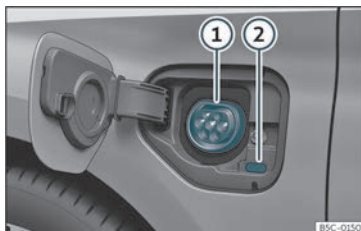

Fig. 202 Por trás da tampa de carregamento da bateria na parte dianteira esquerda: Tomada de carregamento
»» Fig. 202
- Com o veículo destrancado, ao pressionar a tampa de carregamento da bateria esta abre-se »» Fig. 202.